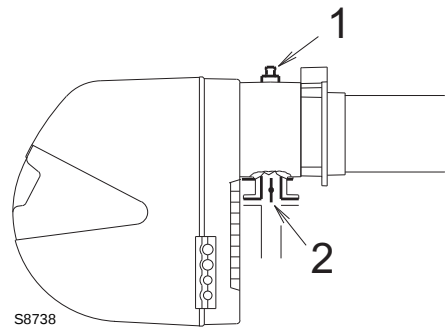

Abb. 21
Gasdruck, an der Entnahmestelle 1)(Abb. 21) gemessen mit:
Strömungsverlust Gasdrossel 2)(Abb. 21) bei maximaler Öffnung: 90° leicht in Richtung Ölstantrieb.
- ziehen Sie vom Gasdruck am Anschluss 1)(Abb. 21) den Druck in der Brennkammer ab.
Um stattdessen den an der Entnahmestelle 1) notwendigen Gasdruck zu ermitteln (Abb. 21), nachdem die höchste Modulationsleistung festgelegt wurde, bei der der Brenner arbeiten soll:
- Lesen Sie rechts, in Spalte 1, den Druck an der Entnahmestelle 1)(Abb. 21) ab.
An der Entnahmestelle 1)(Abb. 21) erforderlicher Druck.